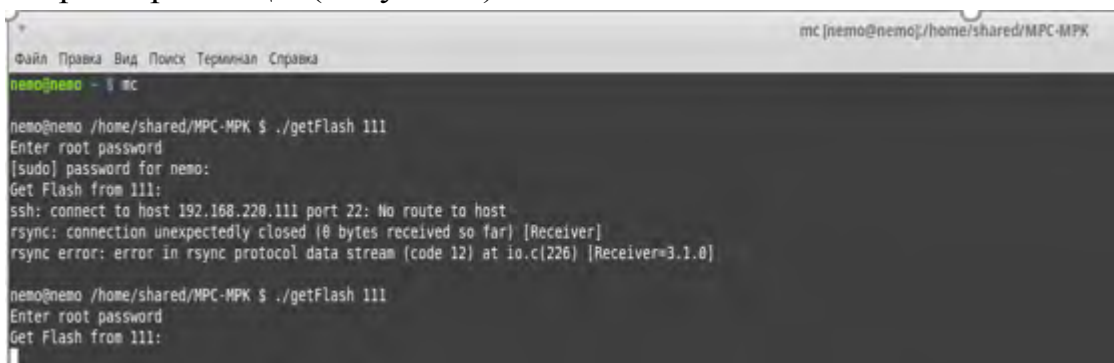

Рисунок 6. Формирование архивного файла КЛЦ 1.
7.1.8. Начнется формирование архивного файла дискового накопителя контроллера КЛЦ 1 (Рисунок 6).